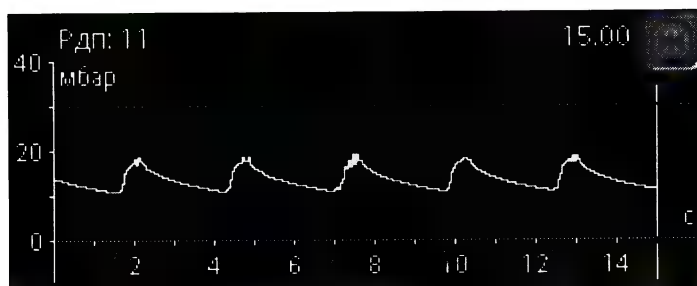

Рисунок 5-12. Функция приостановки
1. Нажмите кнопку приостановки в верхнем правом углу. График будет приостановлен (рис. 5-12).